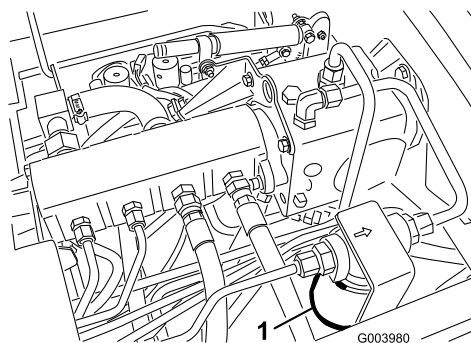

Figura 78
2. Lime a área à volta da área de montagem do filtro e coloque um recipiente de drenagem por baixo do filtro (Figura 78) e (Figura 79).